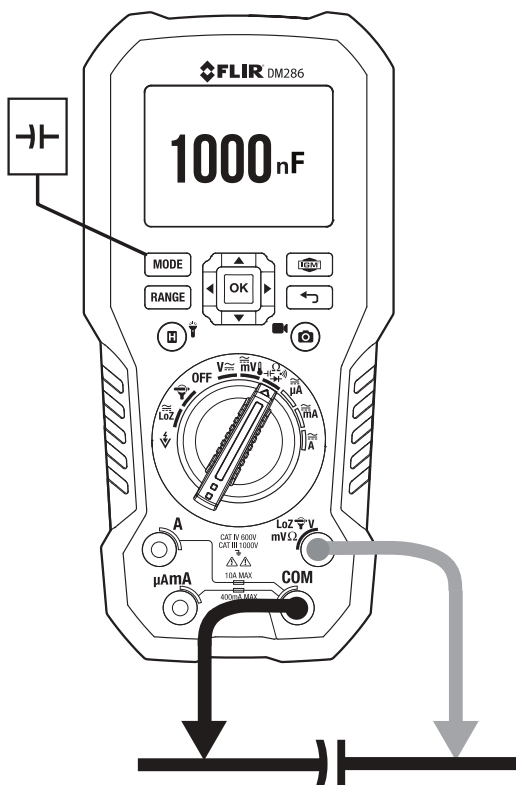

Fig. 9.7 Mediciones de capacitancia
1. Coloque el interruptor de función en la posición $\rightarrow \Omega \leftarrow$. Consulte la **Fig. 9.7**.